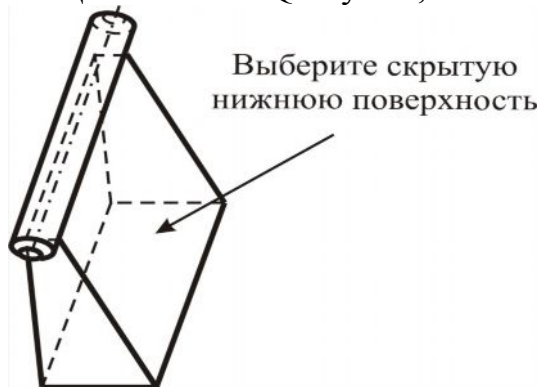

Рис.30. Выбор нижней поверхности
4. Выберите Query Sel, затем выберите скрытую поверхность основания в качестве поверхности привязки для размера d1 (рис.30.).